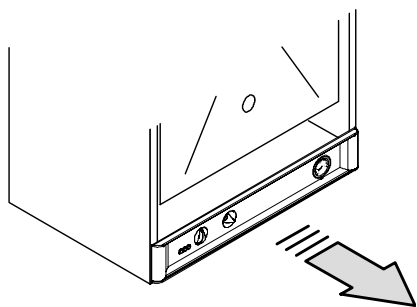

Fig. 5.18
- Extraiga hacia adelante el panel de mando para acceder a la regleta de bornes de alimentación Fig. 5.18.